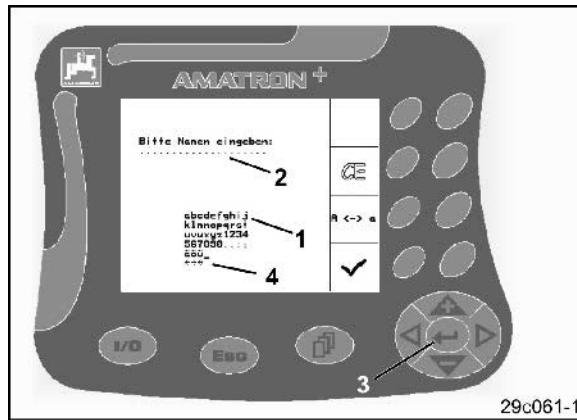

Fig. 15
Ist die Eingabe von Texten oder Ziffern am **AMATRON⁺** nötig erscheint das Eingabemenü (Fig. 15).
Im unteren Teil des Displays erscheint ein Auswahlfeld (Fig. 15/1) mit Buchstaben, Ziffern und Pfeilen aus dem die Eingabezeile (Fig. 15/2) gebildet wird (Text oder Ziffer).
Auswahl von Buchstaben oder Ziffern im Auswahlfeld (Fig. 15/3).
- Übernehmen der Auswahl (Fig. 15/3).
Die Pfeile \leftrightarrow im Auswahlfeld (Fig. 15/4) ermöglichen ein Bewegen in der Textzeile.
Der Pfeil \leftarrow im Auswahlfeld (Fig. 15/4) löscht die letzte Eingabe.